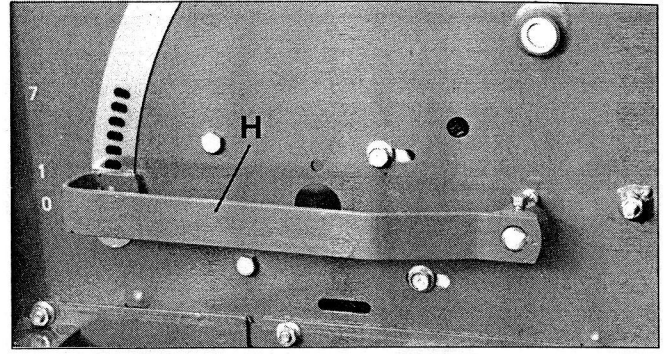

Fig. 24
- Die Bodenklappen gleichmäßig justieren und Stellhebel **H** in Raste „0“ (Fig. 24).